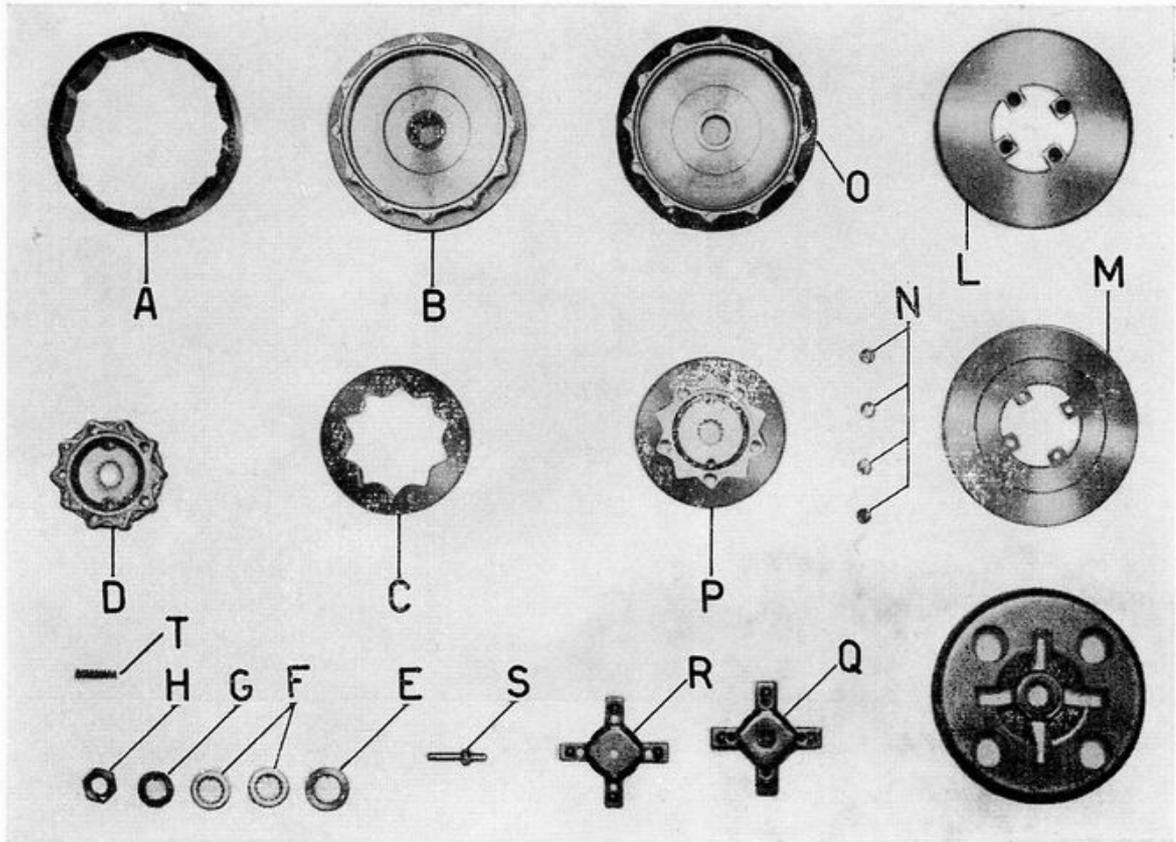

Fig. 9 - Preparazione gruppo frizioni.
(vedi fig. 9).
13. Fig. 9 - Montaggio del gruppo (O)
a) Montare il corpo elastico frizione della II^a velocità (A) sul gruppo ingranaggio (B).